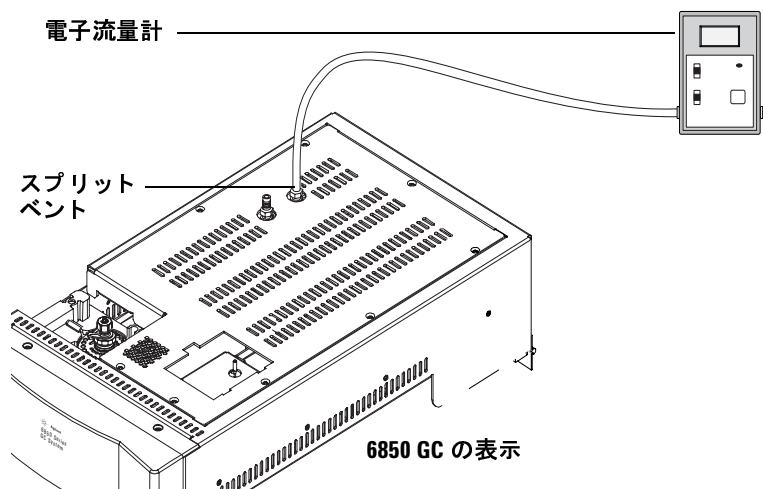

図 24 取り付けられた電子流量計
- 1 メソッドのパラメータをガスクロマトグラフ (GC) および Headspace Sampler に設定します。ページ 58 の表 5 を参照してチェックアウトを設定するか、またはページ 58 の 6850/6890 GC チェックアウトメソッドの保存されているチェックアウトメソッドをロードします。必要に応じて、チェックアウトカラムおよびライナを取り付けます。
- c GC スプリットベントに電子流量計が取り付けられている場合は、スプリットベントからの流量がおよそ 80 mL/分 になるまで、ヘッドスペースキャリアガスの流量を増やします。流量計を取り外します。図 24 を参照してください。